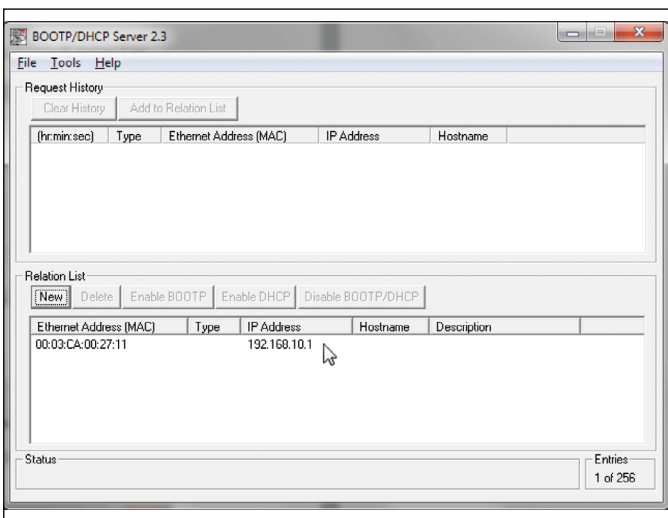

Abb. 105: Auflistung der MAC-Adresse und IP-Adresse in der „Relation List“
5. Überprüfen Sie, ob die MAC-Adresse des Sensors sowie die zugewiesene IP-Adresse in dem Feld „Relation List“ aufgelistet werden (Abb. 105). Wenn die MAC-Adresse und die IP-Adresse nicht in dem Feld „Relation List“ angezeigt werden, wiederholen Sie die Schritte 3 und 4. Ansonsten fahren Sie mit Schritt 6 fort.